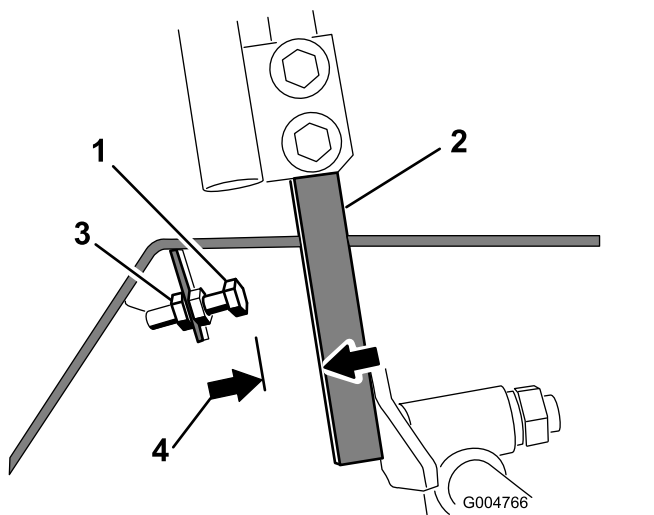

図 54
4. コントロールレバーのストップボルトについているジャムナットをゆるめる(図 54)。